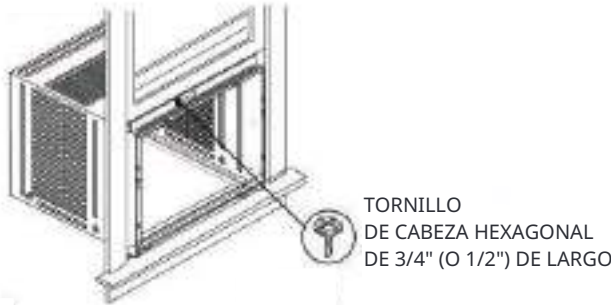

Fig.17A
4. Coloque el ángulo superior en el marco de la ventana: Use una broca de 3/32" para perforar un agujero a través del agujero en el centro del ángulo superior en el marco de la ventana, y conduzca un tornillo de bloqueo de cabeza hexagonal de 3/4" (o 1/2") a través del agujero en el centro del ángulo superior en el marco de la ventana como se muestra (Fig.17A)